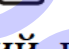

Рисунок 3.2 – Внешний вид прибора
3.2.1. Прибор выполнен в малогабаритном пластмассовом корпусе (рисунок 3.2).